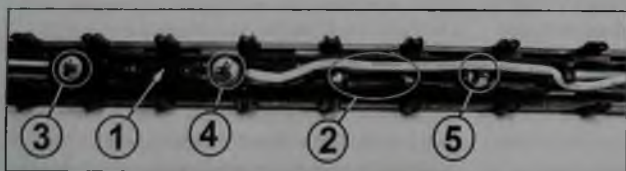

Рис. 18
4. Располагают подложку нагревательного элемента термопредохранителем вниз, контактная группа подачи питания на нагревательный элемент расположена с правой стороны (рис. 18).
5. Запоминают взаимное расположение пластмассовой пластины крепления выводов термопредохранителя (1 рис. 18), металлического пружинного фиксатора (2) корпуса термопредохранителя, расположенного под ней, и проводов подключения в пазах прокладки на пластине крепления и на подложке нагревательного элемента.
6. Извлекают провода из пазов прокладки на подложке нагревательного элемента и пластине крепления термомпредохранителя. Последовательно иглой освобождают три фиксатора на клипсе (3 на рис. 18), перемещают клипсу вверх и снимают ее с выступа подложки нагревательного элемента. Аналогично снимают клипсы (4 и 5 на рис. 18) и затем пластину крепления термомпредохранителя и среднего датчика температуры с подложки нагревательного элемента.